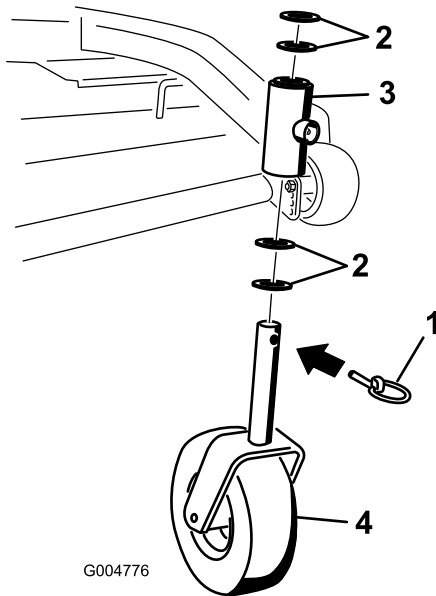

Figura 41
- Retire el pasador de bloqueo y los espaciadores de la parte superior de la horquilla de la rueda giratoria (Figura 41).
- Inspeccione la horquilla de la rueda giratoria para determinar si está desgastada y cámbiela de ser necesario (Figura 41).
- Deslice la horquilla a través de los casquillos del tubo de montaje. Cambie los espaciadores de la horquilla y sujételos con el anillo de retención (Figura 41).